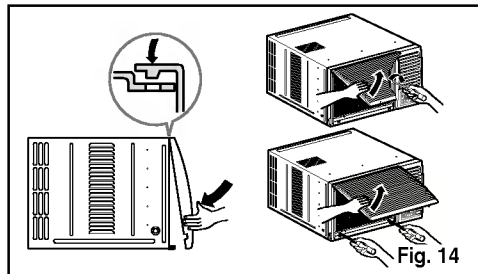

Fig. 14
10. Instale la rejilla frontal en el gabinete insertando la lengüeta en la rejilla a la lengüeta en el frente del gabinete. Empuje la rejilla hasta que se cierre con sonido de golpe. (Ver Fig. 14)
11. Levante la rejilla de entrada y asegúrela con un tornillo (tipo A) a través de la rejilla frontal. (Ver Fig.14)